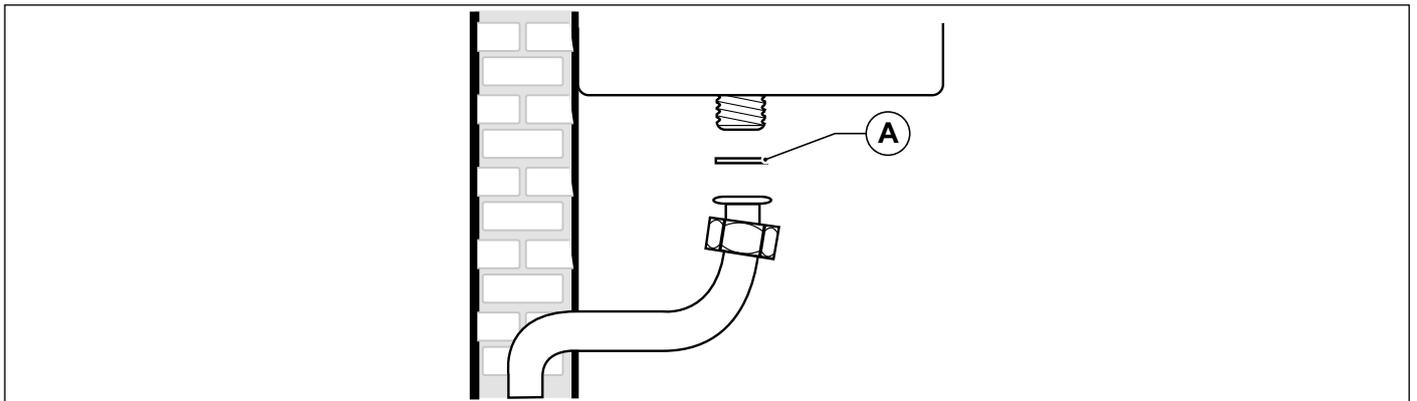

Fig. 23 Conexión a la red de gas
**ES OBLIGATORIO, para conectar la toma de gas de la caldera a la tubería de alimentación colocar una junta (A) de medidas y materiales adecuados (ver Fig. 23 Conexión a la red de gas).**